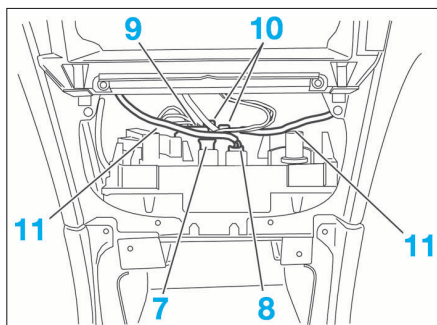

FIG. 11
- Débrancher les connecteurs électriques (7, 8 et 9) (Fig.11).
- Déposer les deux agrafes (10) et désaccoupler les câbles (11).